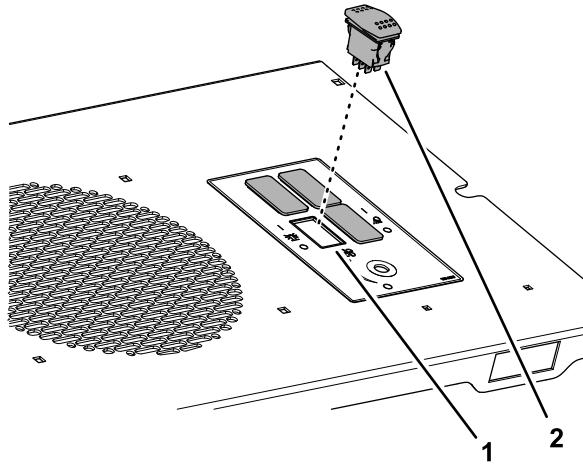

**Bild 11**
6. Ziehen Sie den Stecker aus der Öffnung für den Rundumleuchtenschalter am Bedienfeld (Bild 11).